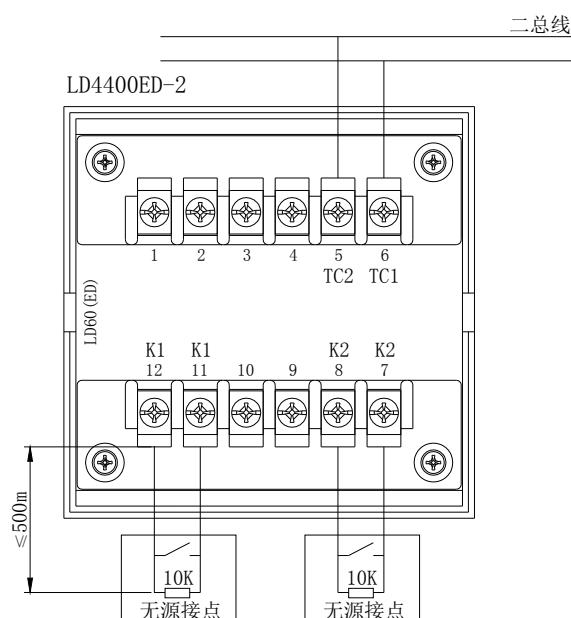

图 4-2
- ★ 接线: 剪、剥导线后按照接线图和端子图将TC二总线与相应端子正确连接, 并且模块输入线末端(远离模块端)并联2个10KΩ的终端电阻(具体接线参照图4-2接线图)。